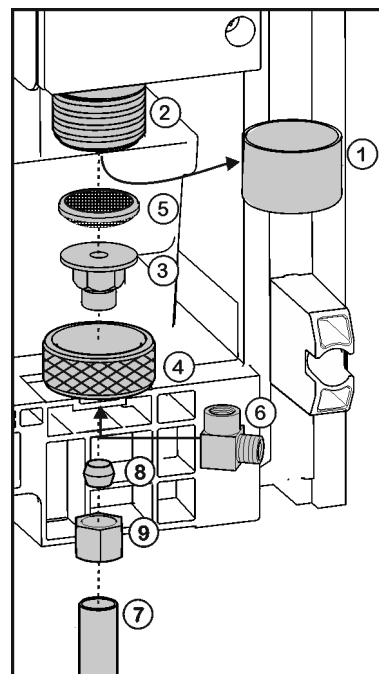

Fig. 18
- ▶ Déposer le bouchon Fig. 18 (1) de l'électrovanne Fig. 18 (2).
- ▶ Poser la pièce de raccordement Fig. 18 (3) dans l'écrou-raccord Fig. 18 (4).
- ▶ Insérer le filtre à eau Fig. 18 (5) avec la rainure vers le bas en direction de la pièce de raccordement Fig. 18 (3).
- ▶ Raccorder l'écrou-raccord Fig. 18 (4) à l'électrovanne Fig. 18 (2) et serrer.
- ▶ Pour dévier le raccordement d'eau de 90°, visser lecoude Fig. 18 (6) éventuellement.
- ▶ Raccorder laconduite d'eau Fig. 18 (7) (par exemple, cuivre) à l'aide de la bague de serrage Fig. 18 (8) et visser l'écrou Fig. 18 (9) sur la pièce de raccordement Fig. 18 (3) ou lecoude Fig. 18 (6).